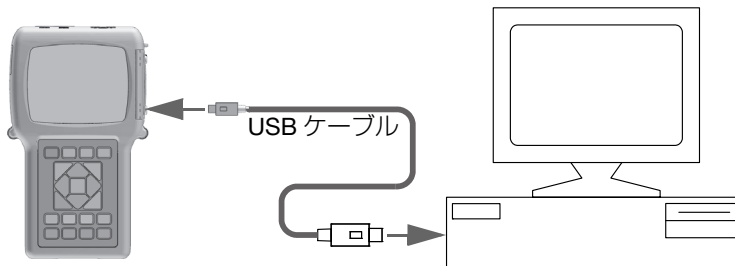

図 14-1 38DL PLUS をコンピュータに接続
8. USB ケーブルの一端を 38DL PLUS の I/O ドアの下にある USB クライアントコネクタに接続し、もう一方の端をコンピュータの USB ポートに接続します (257 ページの図 14-1 参照)。